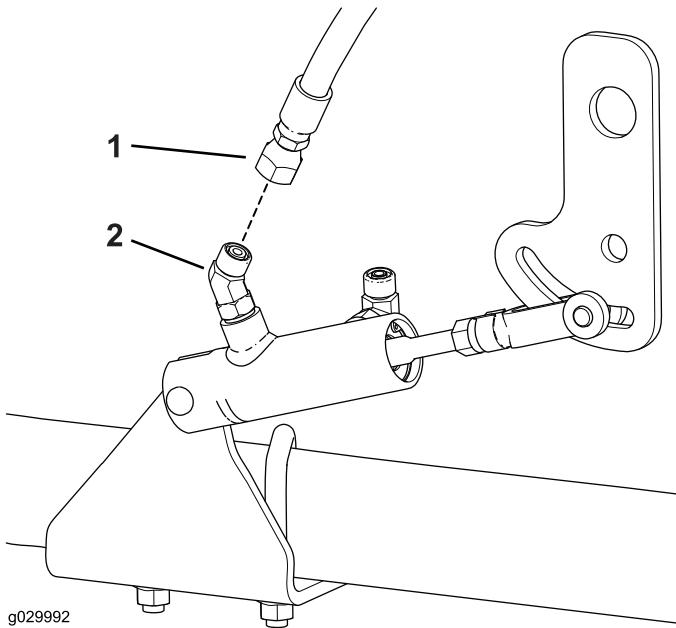

Figura 14
- Ligue a união do tubo (reta) no tubo hidráulico curto à união hidráulica (45 graus) no cilindro hidráulico (Figura 14)